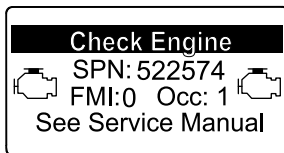

Figure 60
- Avertissement moteur SPN 522574, FMI : 0 (Figure 60)